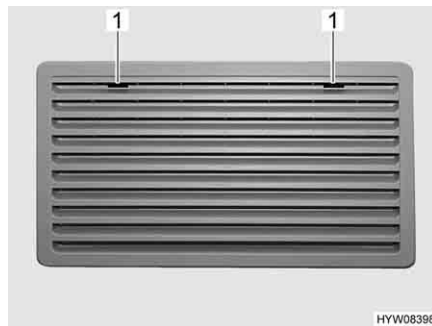
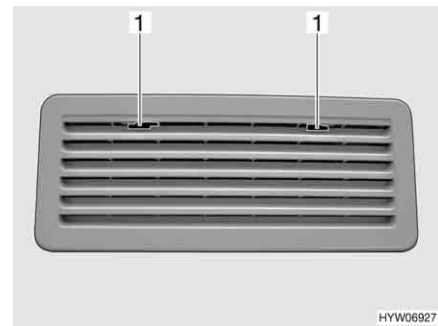

Fig. 214 Griglia di aerazione del frigorifero (Thetford grande)
Fig. 215 Griglia di aerazione del frigorifero (Thetford piccolo)
- Spingere verso il centro l'arresto (Fig. 214,1 o Fig. 215,1).